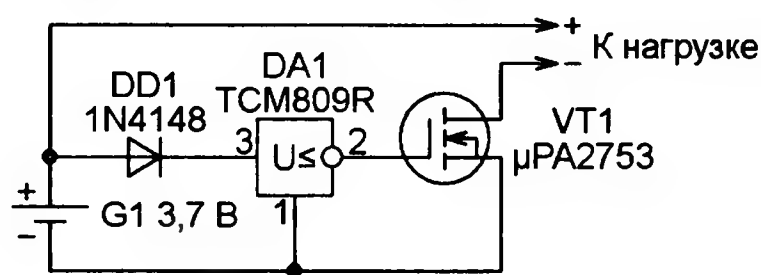

Рис. 5
**Автоматическое отключение литий-ионного аккумулятора (рис. 5 <<http://www.geocities.jp/kuman2600/o05/04-1li-ion.png>>).** Когда такой аккумулятор G1 заряжен, напряжение на выходе детектора понижения напряже-